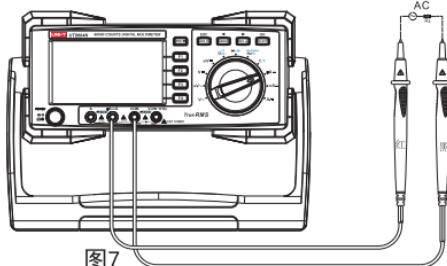

图7
- (1) 将红表笔插入 " μA mA " 或 "A" 插孔，黑表笔插入 "COM" 插孔。
- (2) 将仪表的旋转开关转到 $\mu\text{A}\text{~}\text{AC}$ 或 $\text{mA}\text{~}\text{AC}$ 或 $\text{A}\text{~}\text{AC}$ ，按 SELECT 键选择所需测量的交流，如图7. 将仪表表笔串联待测回路中。